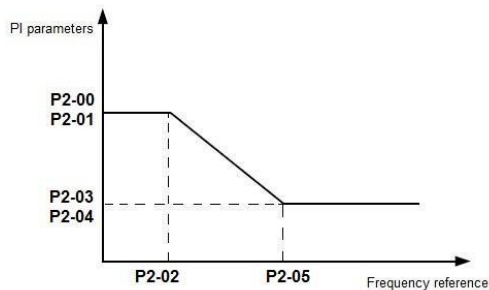

Figura 6-2: Relación entre las frecuencias de funcionamiento y los parámetros PI
- Si la frecuencia de funcionamiento está entre P2-02 y P2-05, los parámetros PI del lazo de velocidad se obtienen del cambio lineal entre los dos grupos de parámetros PI, como se muestra en la Figura 6-2.